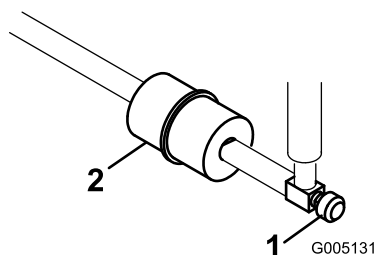

図 44
インラインタイプの燃料フィルタが、燃料タンクとキャブレタの間に設置してあります 図 44。
1. 燃料バルブを閉じる 図 44。
2. フィルタの下に回収容器を置き、フィルタのキャブレタ側のホースクランプをゆるめて燃料ラインからフィルタを外す(図 44)。
3. もう一方のホースクランプをゆるめてフィルタを取り出す 図 44。